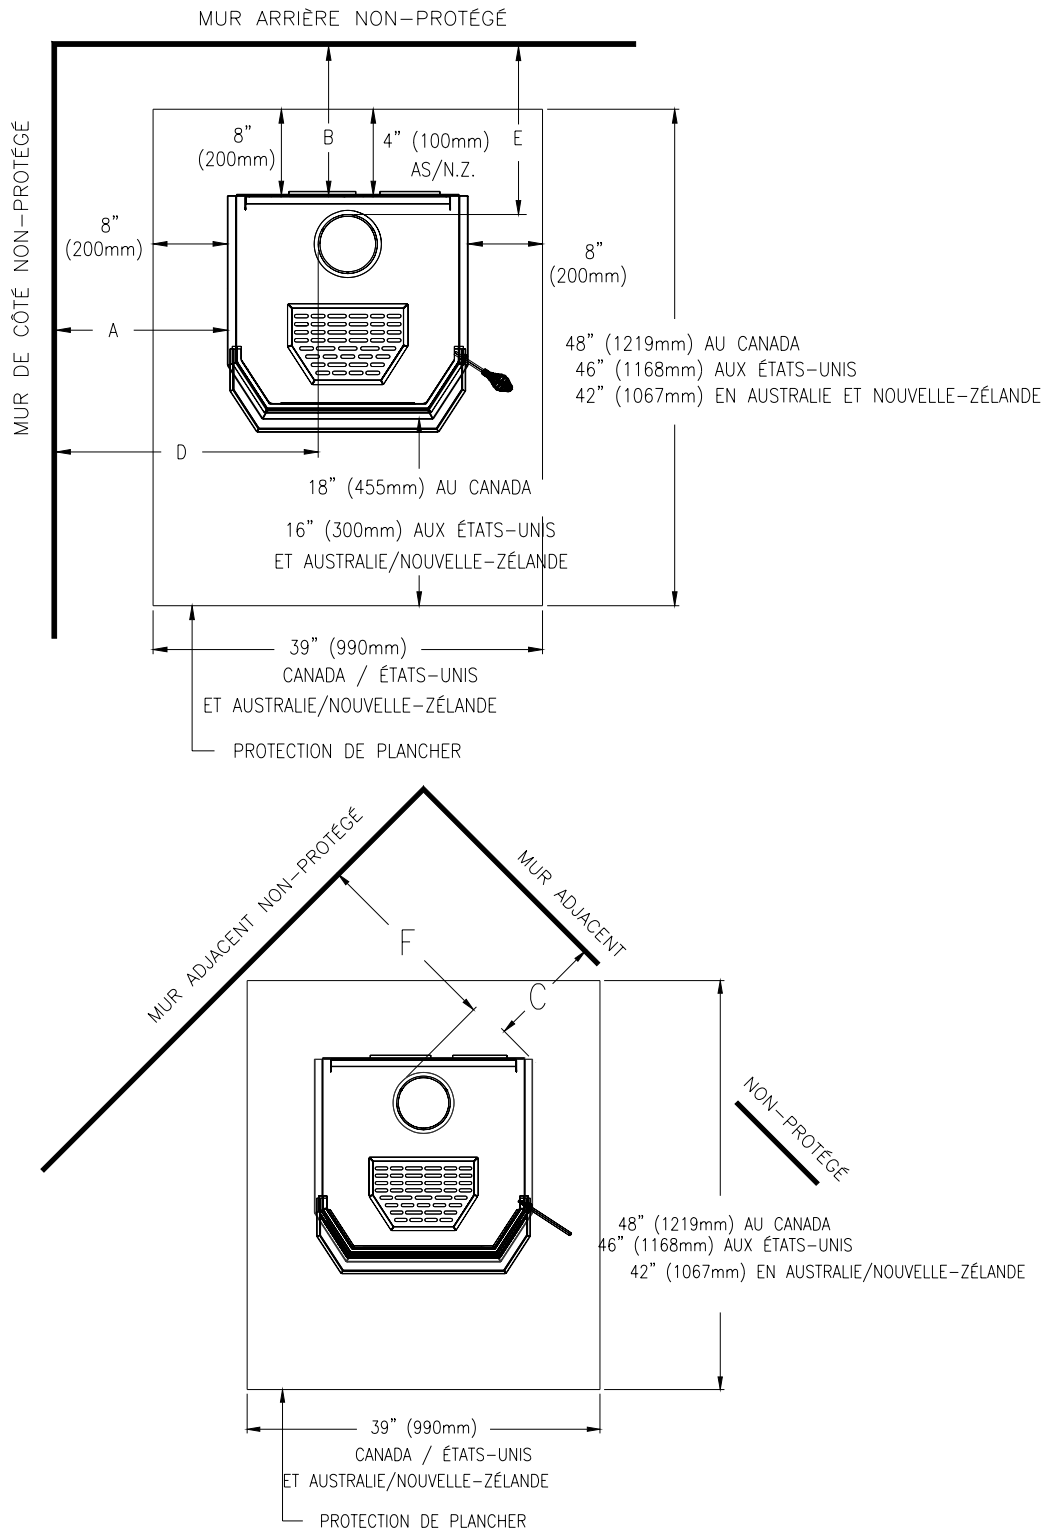

Figure 1.1 – Dégagements des matériaux combustibles
Lorsqu'on mesure leur distance directement depuis le devant et le dessus du poêle, les matériaux combustibles doivent s'en trouver à au moins 48" (1219 mm). De plus, le poêle doit être placé de façon à maintenir les dégagements minimums pour les murs combustibles spécifiés en fonction du type de conduit utilisé. (Voir le Tableau 1.1 et la Figure 1.1).
2. Marquez la position de la protection de plancher[‡] (si requise) tel qu'indiqué à la Figure 1.1.
Si le poêle doit être installé sur un plancher combustible, ce dernier doit être protégé par un matériau non combustible placé sous le poêle proprement dit et faisant saillie à l'avant, à l'arrière et sur les côtés tel qu'indiqué à la Figure 1.1, ou jusqu'au matériel combustible le plus proche autorisé. Si l'installation comprend un conduit horizontal, la protection de plancher doit également se trouver en dessous de ce dernier et dépasser de 2" (51 mm) de chaque côté.